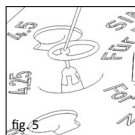

fig. 5
■ **fig. 5** Si la morphologie de l'étrier l'exige, la cloche de la prothèse partielle peut être élargie sans difficulté au moyen du cône. Pour cela, appuyer avec précaution la prothèse Bell contre le cône au moyen d'une aiguille chirurgicale ou d'un instrument de microchirurgie. La cloche peut alors être ouverte sous contrôle microscopique.